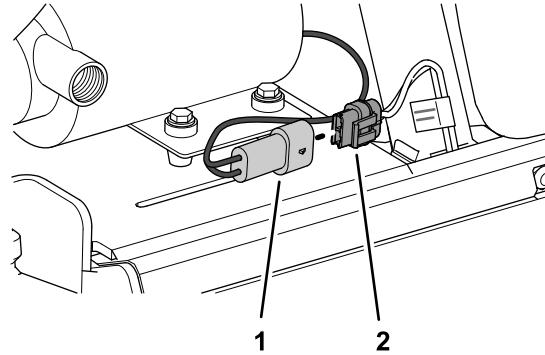

Figure 25
4. Retirez le bouchon de protection du connecteur à 2 douilles du faisceau de la machine étiqueté RINSE PUMP (pompe de rinçage) (Figure 25).
5. Branchez le connecteur à 2 broches du faisceau de la pompe du réservoir de rinçage au connecteur à 2 douilles du faisceau de la machine étiqueté RINSE PUMP (pompe de rinçage) (Figure 25).